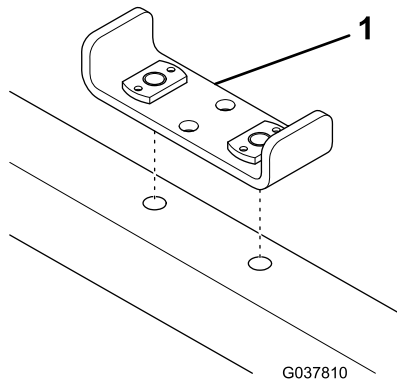

Figure 1
5. Placez la plaque-écrou au sommet du cadre du véhicule (Figure 1).